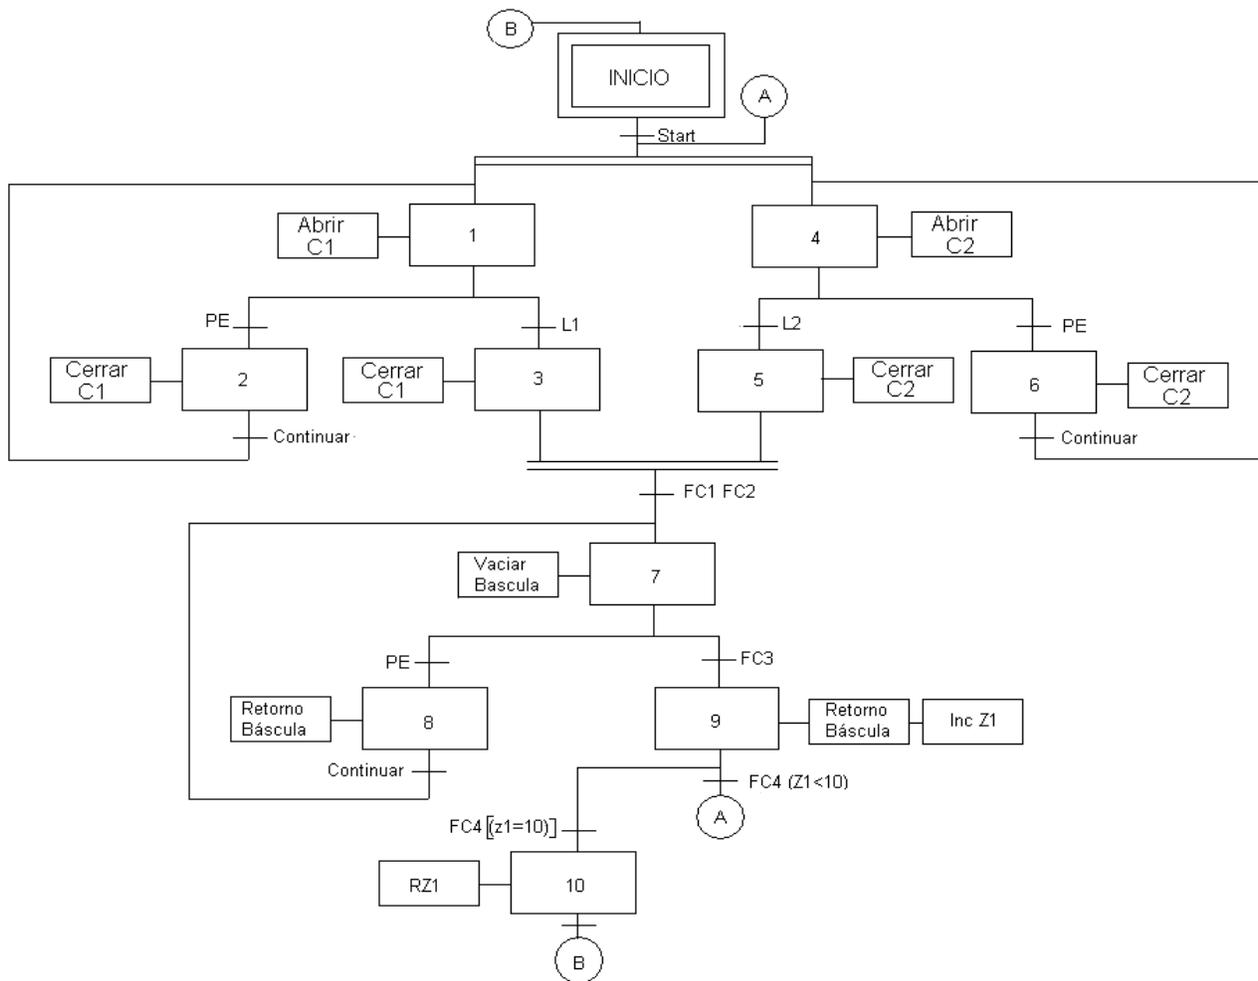

Figura 5. Proceso con etapas de paro en estado determinado.
7. Compruebe el funcionamiento del GRAFCET de la Figura 5 y muéstrelo al docente de laboratorio.